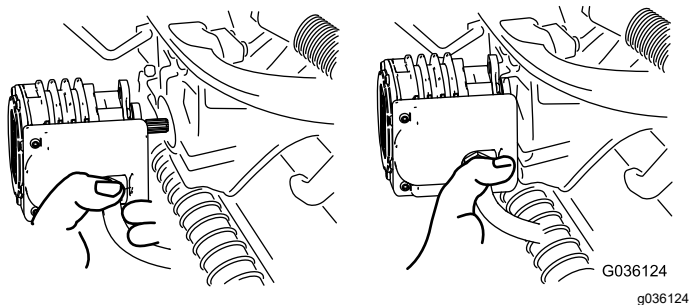

Bild 58
5. Legen Sie den Motor am Aufbewahrungsort vorne am Aufhängearm ab (Bild 58).